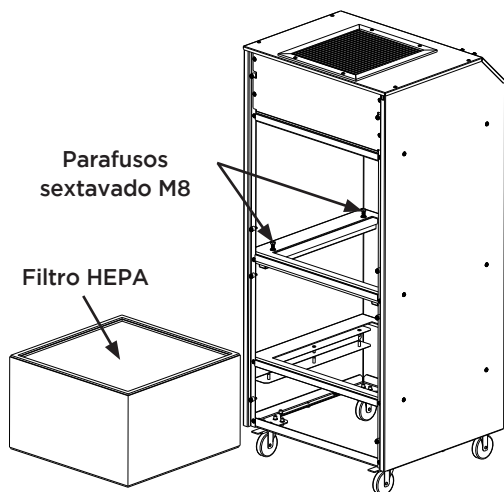

Fig. 9 - Retirada do filtro HEPA
- Utilize chave de boca 13 para afrouxar os 4 parafusos sextavado M8 localizados no suporte superior do filtro HEPA. Estes parafusos pressionam o filtro HEPA contra seu suporte inferior (Fig. 9).